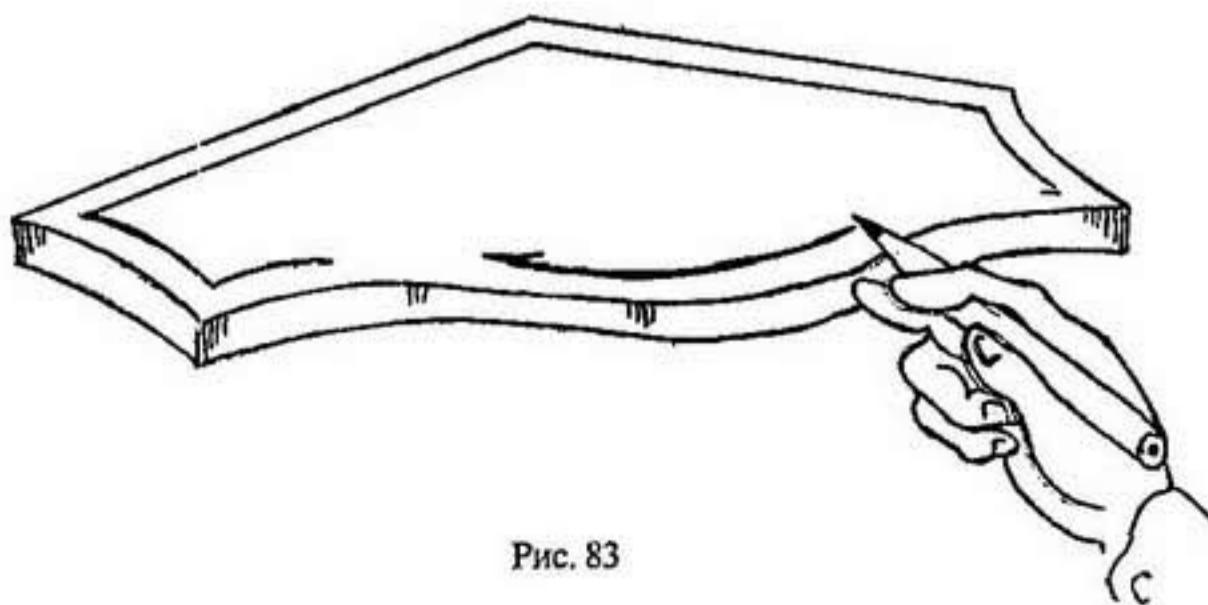

Рис. 83
3. Отложив 5 мм от края с помощью линейки и карандаша, поставьте отметку. Потом, взяв в руки карандаш, поставьте острие его на отметку, а безымянный (средний) палец уприте в кромку коромысла. Затем начнайте вести ручку с карандашом на себя (рис. 83). Карандаш будет оставлять линию, параллельную кромке. Этот способ требует некоторой тренировки. Если не будете торопиться, то у вас все получится.